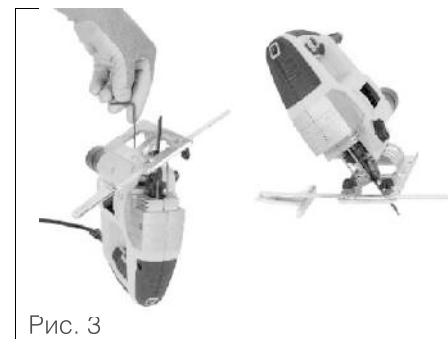

Рис. 3
7.3 Регулировка опорной подошвы (Рис. 3)